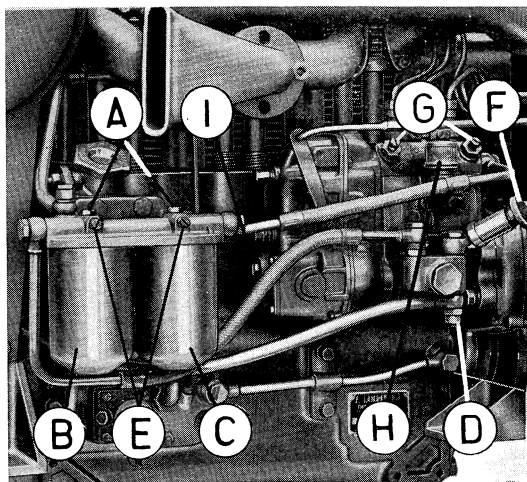

fig. 7
Ogni 120 ore di funzionamento aggiungere olio nella pompa iniezione, attraverso il foro del tappo H (fig. 7); il livello è regolare quando l'olio comincia ad uscire dal foro del tappo I (fig. 7).
Ogni 300 ore di lavoro sostituire le cartucce filtro combustibile. Per eseguire questa operazione bisogna smontare la vaschetta del corpo filtro agendo sulle apposite viti A (fig. 7). Nel rimontare le nuove cartucce tenere presente che la vaschetta B (fig. 7) contiene la cartuccia del primo passaggio e la C (fig. 7) quella del secondo. Sempre ogni 300 ore occorre pulire il filtro a rete, situato nella aspirazione della pompetta di alimentazione, smontando la vite per raccordo D (fig. 7).
- 2) Svitare di due giri le viti di spurgo E (fig. 7) situate sui filtri, indi svitare il pomello F (fig. 7) della pompetta d'innesco e pompare fino a quando il combustibile che esce dal forellino, situato sotto la testa delle sopracitate viti, non contiene più bollicine d'aria. Indi bloccare le viti E.
- 3) Svitare di 2 giri le viti di spurgo G (fig. 7) situate sulla pompa d'iniezione e ripetere nuovamente l'operazione di pompaggio.